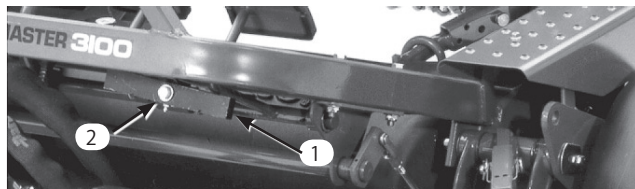

図47
1. 昇降ピボット裏のナットをゆるめる（図47）。
2. 偏芯ネジ（図47）を回してピボット・スプリングを上下させて調整する。